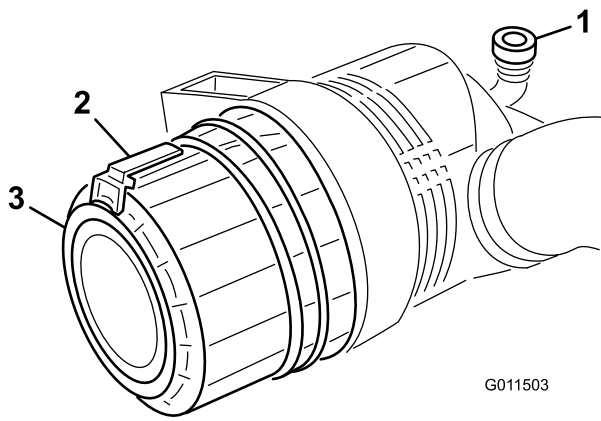

Figure 26
Faites l'entretien du filtre à air uniquement quand l'indicateur de colmatage (Figure 26) indique que cela est nécessaire. Changer le filtre à air prématurément ne fait qu'accroître le risque de contamination du moteur par des impuretés quand le filtre est déposé.
1. Tirez le verrou vers l'extérieur et tournez le couvercle du filtre à air dans le sens antihoraire (Figure 26).